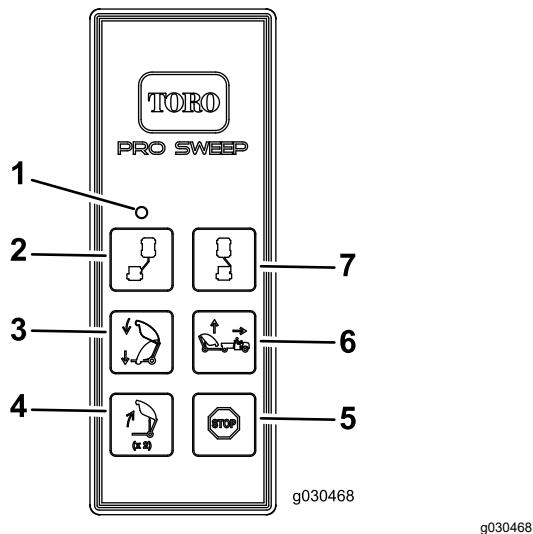

Figura 28
2. Con la tramoggia all'altezza di trasferimento, premete il pulsante di scarico della tramoggia, rilasciatelo, quindi premete e tenete premuto nuovamente il pulsante di scarico della tramoggia (Figura 28).